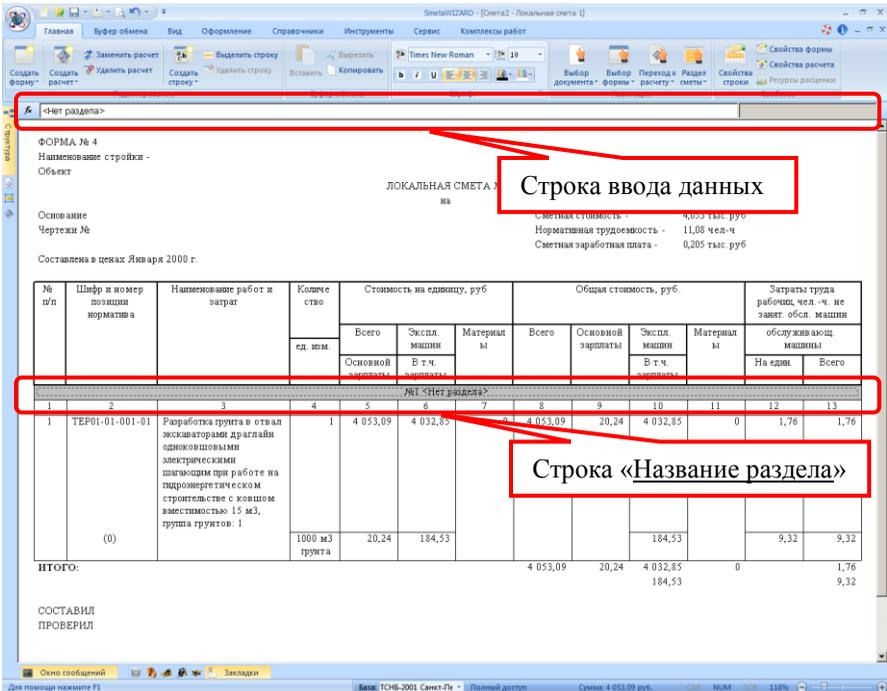

Рис. 4.13 Ввод названия раздела.
3. Нажать клавишу <Enter> (Рис. 4.13).